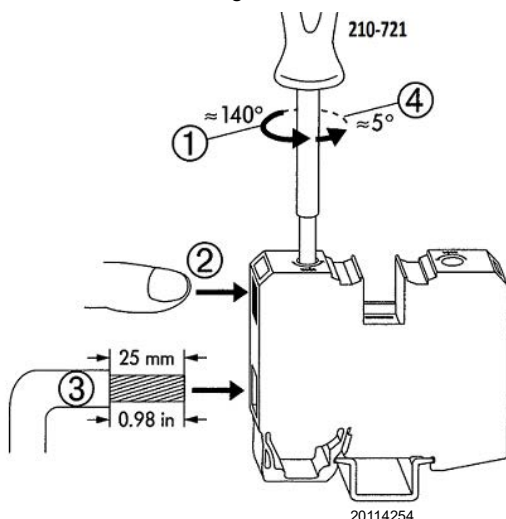

Fig. 27
Apertura del borne tipo “A” (Fig. 27)
- Colocar el cable pelado anteriormente, girar ligeramente el destornillador y extraerlo. Asegurarse de haber fijado correctamente el cable Fig. 27.